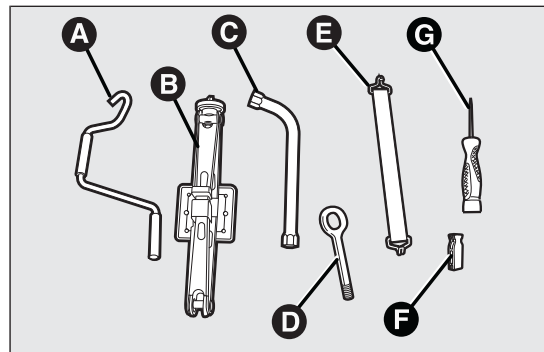
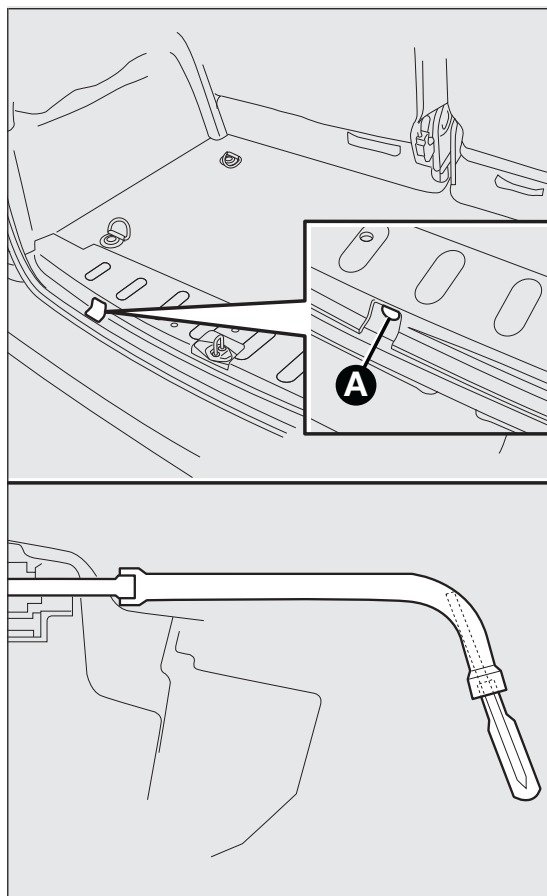
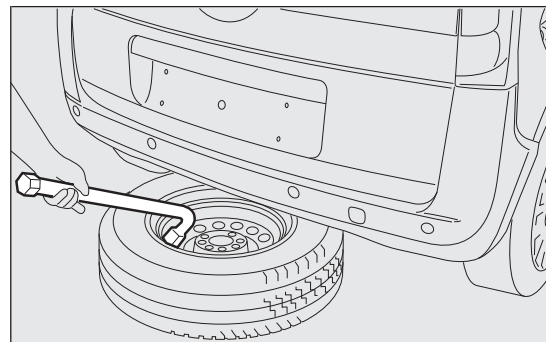

fig. 116
fig. 117
fig. 118
- ☐ dentro de la bolsa se encuentran las siguientes herramientas fig. 116:
- ☐ retirar la llave C fig. 116 y, interviniendo desde el interior del compartimento de carga, desenroscar el tornillo de bloqueo del soporte de la rueda de repuesto A fig. 117 para permitir que esta última descienda. Para reducir el esfuerzo introducir el destornillador G fig. 116 en el alojamiento ubicado en el interior de la llave C;
- ☐ utilizar la llave C fig. 116 para sacar la rueda del vehículo fig. 118;
- ☐ aflojar una vuelta los tornillos de fijación de la rueda que se debe sustituir utilizando la llave C fig. 116;
- ☐ volver a levantar la rueda apretando el tornillo de bloqueo A fig. 117;